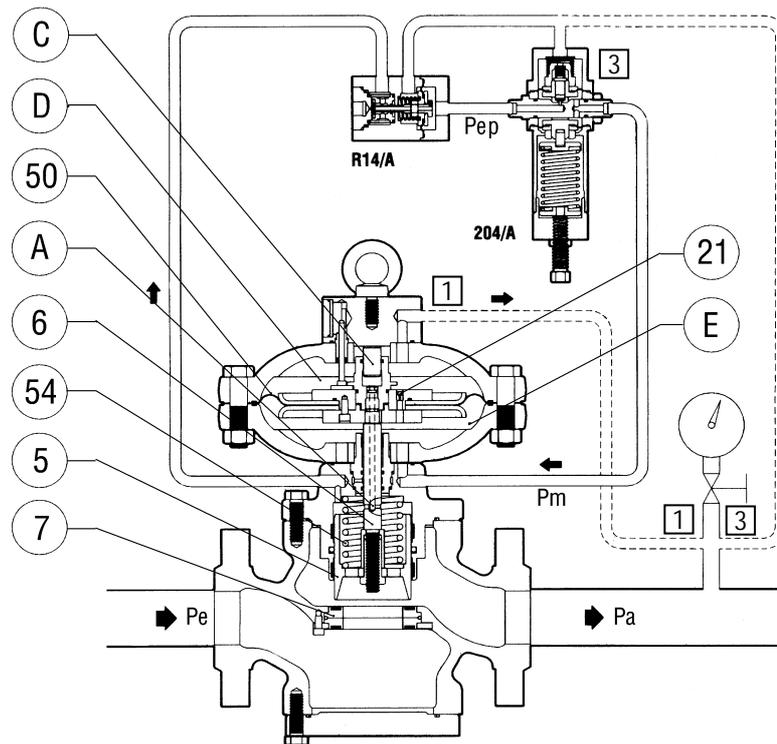
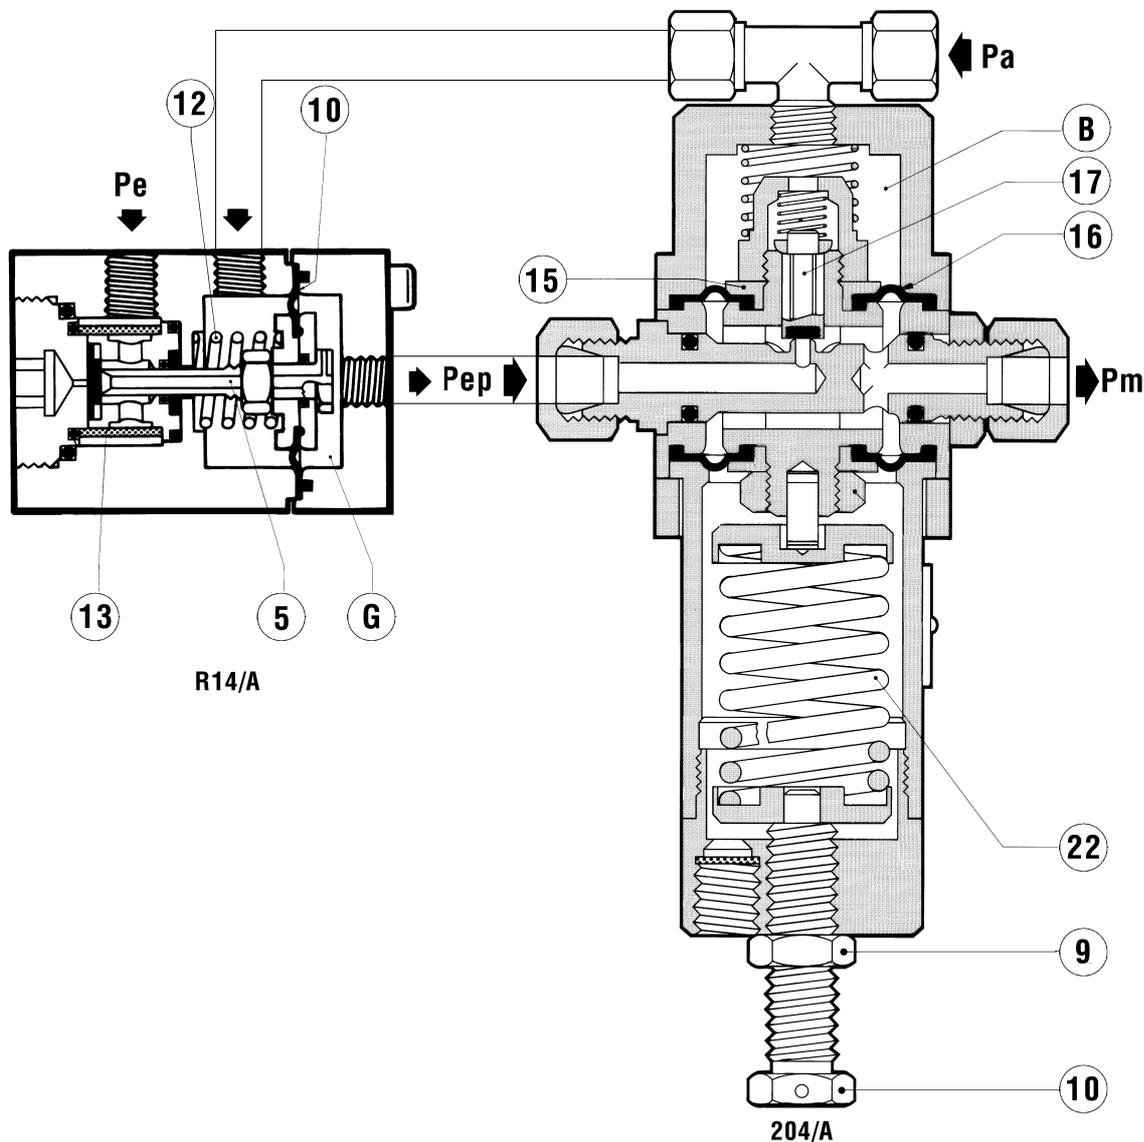

Fig. 1
Fig. 2
1.2.1 REGULADOR CON PILOTO 204/A + R14/A (FIG. 1)
Cuando falta la presión el obturador 5 se mantiene en posición de cierre a través del resorte 54, y se apoya sobre la junta armada 7 (fig. 1). Aunque la presión en la entrada es variable, no cambia dicha posición, puesto que el obturador está completamente equilibrado y por tanto, sujeto a presiones iguales, si bien de distinta sección.
1.2.1 REGULADOR COM PILOTO 204/A + R14/A (FIG. 1)
Na falta de pressão o obturador 5 é mantido em posição de fechamento ppo meio da mola 54, e fica apoiado na guarnição armada 7 (fig. 1). A pressão a montante, também quando variável, não modifica esta posição, enquanto o obturador, completamente balanceado, é sujeito à pressões iguais ainda que seja de seção diversa.
La presión de motorización se obtiene tomando gas del regulador con la presión de entrada. Se filtra el gas con el filtro F33, y se somete a la primera descompresión en el prereducor R14/A (fig. 2) conformado esencialmente por un obturador 5, un resorte 12 y una membrana 10, hasta un valor Pep que depende de la presión de calibrado del regulador. Así, de la cámara G la presión Pep pasa a el piloto 204/A, que la regula mediante el obturador 17, hasta alcanzar el valor Pm de entrada en el cabezal del regulador. La regulación de Pm se obtiene comparando la fuerza ejercida por el resorte de calibrado 22 del piloto, y la acción de la presión regulada Pa que actúa en la cámara B sobre la membrana 16. Para modificar el calibrado se gira el tornillo de regulación 10; girando hacia la derecha, se aumenta la Pm y por tanto, la presión regulada Pa; en sentido contrario, se disminuye. Si, por ejemplo, durante el funcionamiento desciende la presión de la salida Pa (a causa del aumento del caudal requerido o de la disminución de la presión de la entrada), se produce un desequilibrio en el equipo móvil 15 del piloto, que se desplaza, provocando con ello un aumento de la abertura del obturador 17. Consiguientemente, aumenta asimismo el valor de la presión de motorización Pm, que al actuar en la cámara E por debajo de la membrana 50 (fig. 1), conlleva un desplazamiento del obturador 5 hacia arriba, arriba, con lo que aumenta la abertura del regulador hasta que se restablece el valor prefijado de la presión
A pressão de motorização é obtida apanhando o gás na pressão a montante do regulador. O gás vem filtrado através do filtro 13 e recebe a primeira descompressão no pré-reductor R14/A (fig. 2) composto essencialmente de um obturador 5, de uma mola 12 e de uma membrana 10 até alcançar um valor Pep que depende da pressão de calibração do regulador. A pressão Pep passa então da câmara G ao piloto 204/A cuja regulação vem feita por meio do obturador 17 até ao valor Pm de emissão na cabeça do regulador.
A modificação da calibração vem feita rodando o parafuso de regulação 10; uma rotação em sentido horário provoca um aumento da Pm e com esta a pressão regulada Pa; ao contrário se se quer obter uma rotação no sentido antihorário. Se, por exemplo, durante o funcionamento se há uma diminuição da pressão a jusante Pa (por causa do aumento da vazão pedida ou da diminuição da pressão a montante) se há um desequilíbrio na aparelhagem móvel 15 do piloto, que se desloca provocando um aumento da abertura do obturador 17. De consequência aumenta também o valor da pressão de motorização Pm, que agindo na câmara E por baixo da membrana 50 (fig. 1) determina um deslocamento para o alto do obturador 5 e com isto, o